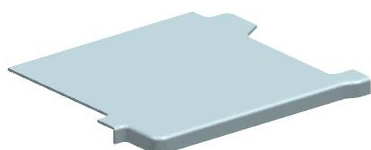
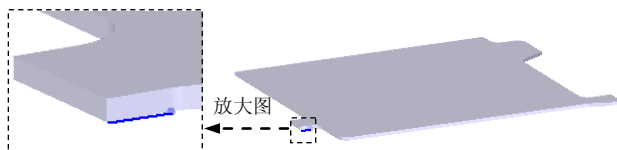

图 8.4.8 轮廓弯边特征 1
图 8.4.9 选取路径
Step5. 创建图 8.4.8 所示的轮廓弯边特征 1。
(1) 选择命令。单击“主页”功能选项卡中“钣金”工具栏中的“轮廓弯边”按钮 。
(2) 定义特征的截面草图。
① 选取路径。在系统的提示下，选取图 8.4.9 所示的模型边线为路径，在“轮廓弯边”命令条中的 **位置:** 文本框中输入值 0，并按 Enter 键，进入草图绘制环境。